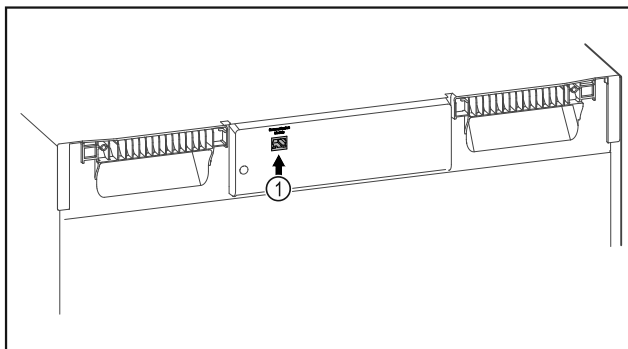

Fig. 107
- Założono SmartModule Fig. 107 (1).